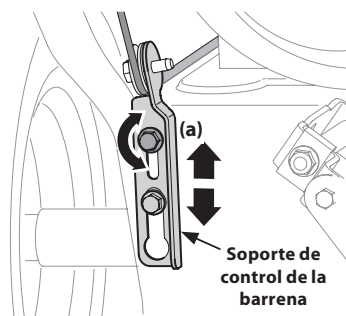

Figura 2-42
4. Deje la barrena engranada durante aproximadamente diez (10) segundos antes de soltar la palanca de control de la misma. Repita esta operación varias veces.
7. Para volver a ajustar el cable de control de la barrena, afloje el tornillo hexagonal superior del soporte de control de la barrena. Consulte Figura 2-42.
8. Ubique el soporte hacia arriba para brindar más juego (o hacia abajo para aumentar la tensión del cable). Consulte Figura 2-42.